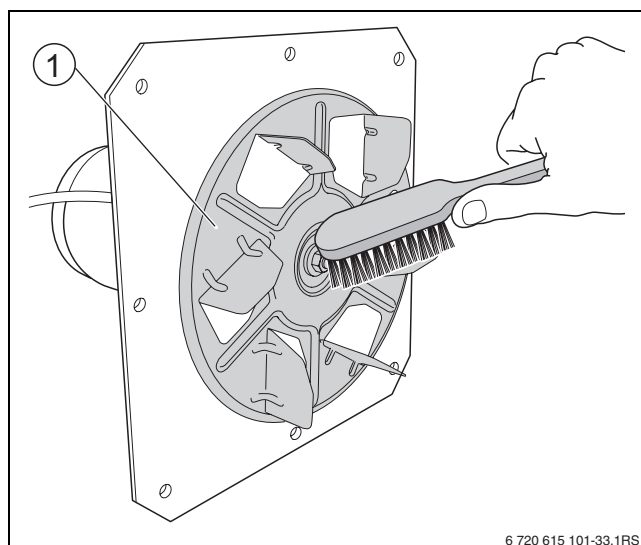

Fig. 30 Curățarea roții cu palete a suflantei
- ▶ Îndepărtați cu atenție resturile de cenușă și de cocsificare de pe roata cu palete a suflantei (→ Fig. 30, [1]) folosind o perie moale de sârmă.